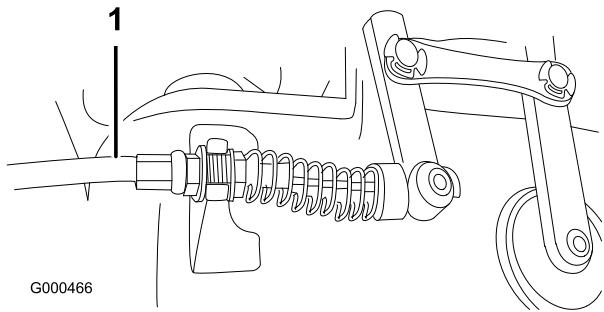

Bild 46
2. Wenn Sie die Zugspannung erhöhen möchten, lösen Sie die Klemmmutter des vorderen Zugs und ziehen Sie die Klemmmutter des hinteren Zugs an (Bild 46) (oben auf dem Getriebe), bis die Kraft des Spindelkabels zusätzlich 3,2 bis 4,5 kg Griffkraft, gemessen am Einstellhandrad, hinzufügt.